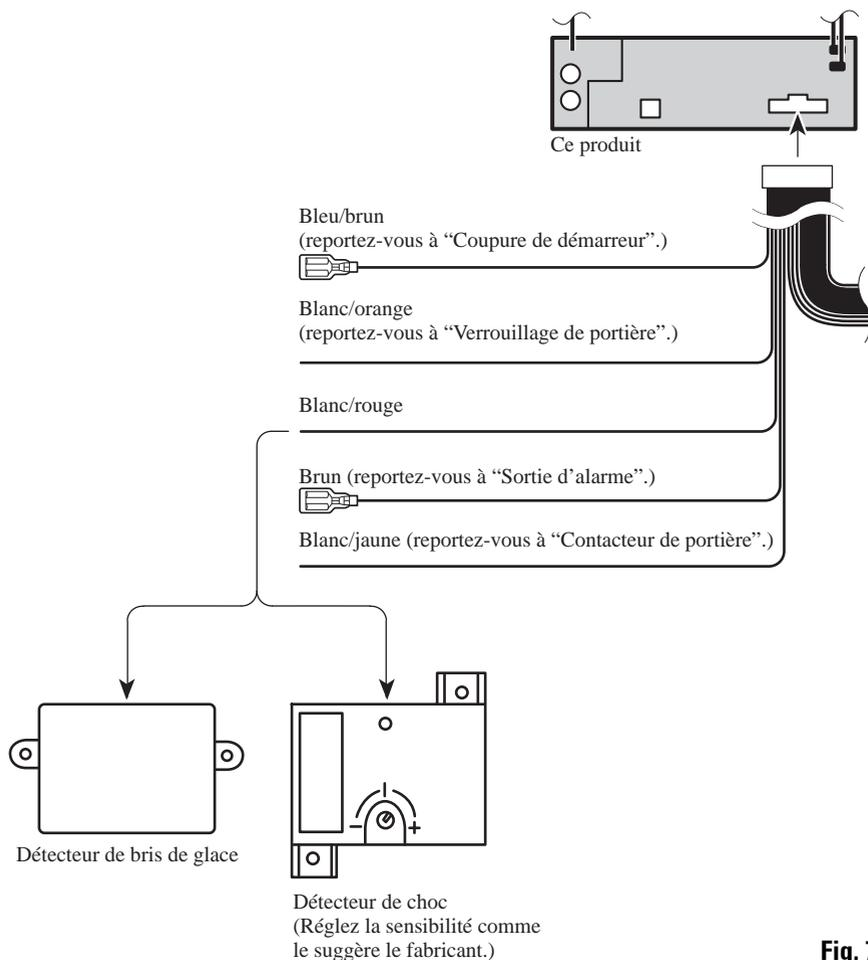

Fig. 7
- **Blanc/rouge (Détecteur d'alarme, ALARM SENSOR) ..... (Fig. 7)**